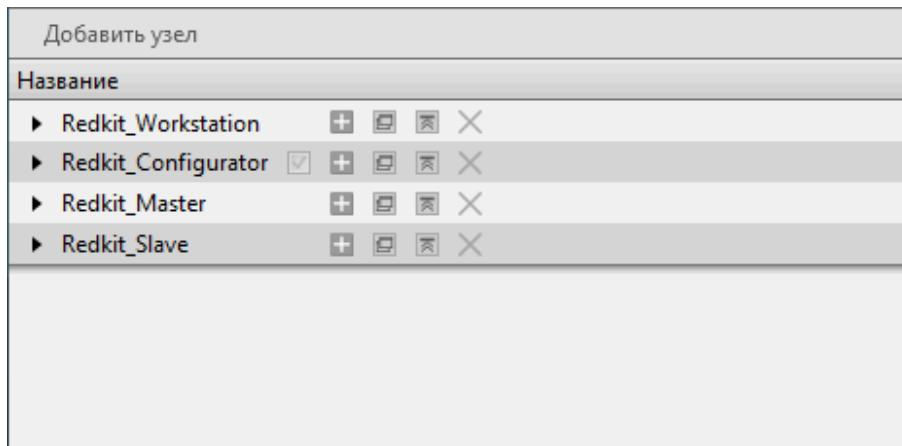

Рисунок 44 - Узлы системы Redkit
4. Перейдите на вкладку Настройки узла. В текущей конфигурации должны отображаться четыре узла (Рисунок 44):